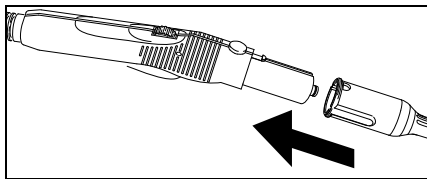

Fig. 6
- Raccordez l'accessoire nécessaire (D1, E1, F1) au pistolet à vapeur (C1). Pour cela, enfiler l'embout ouvert de l'accessoire sur le pistolet à vapeur (C1), et l'enfoncer jusqu'à ce que la touche de déverrouillage (C2) du pistolet s'enclenche (voir fig. 6).